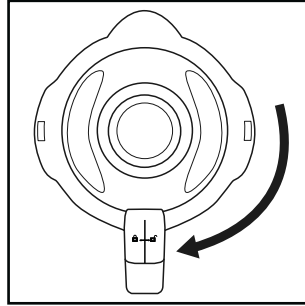

Fig. 2
- 4) Appuyez à nouveau fermement le couvercle ② sur le bol mixeur ③ de manière décalée. Refermez le couvercle ② en le tournant dans le sens horaire jusqu'à ce qu'il enclante audiblement en position  (voir fig. 2). Veillez à ce que le bec verseur du bol mixeur ③ soit fermé. Le moteur ne peut démarrer que si le couvercle ② est posé de manière alignée.